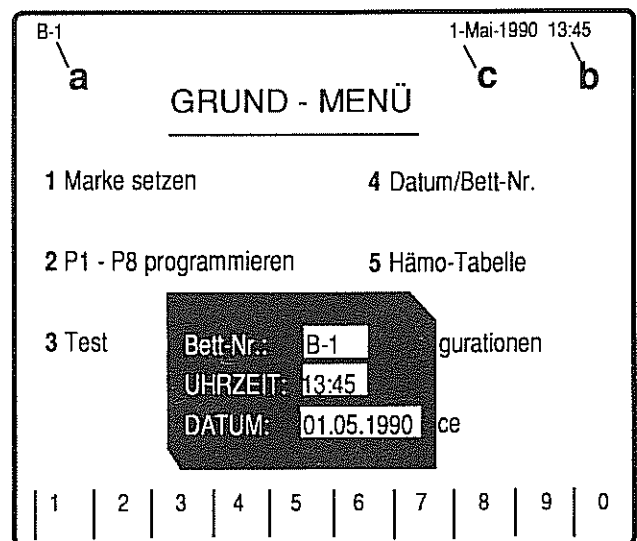

Bild 19
- * Geben Sie die gewünschte Bett-Nr. mit der Tastatur oder der Soft-key-Zeile ein (max. 5 Zeichen) und bestätigen Sie mit Taste **E**. Die neue Bett-Nr. erscheint auf dem Bildschirm (Bild 19 (a)).
und bestätigen Sie mit Taste **E**. Die neue Uhrzeit erscheint auf dem Bildschirm (Bild 19 (b)).
- * Bestätigen Sie die Eingabe mit Taste **E**. Das neue Datum erscheint im Bildschirm (Bild 19 (c)).